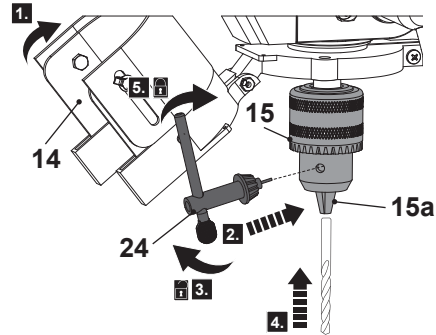

Fig. 9
1. Pliegue el protector del mandril (14) (Fig. M, paso 1).
2. Introduzca la llave de mandril (24) en el orificio del mandril (15) (Fig. 9, paso 2) y gire la llave de mandril (24) en sentido contrario a las agujas del reloj hasta que las mordazas del mandril (15a) se abran lo suficiente como para introducir la broca (Fig. 9, paso 3).
3. Introduzca la broca en el mandril (15) hasta el tope (Fig. 9, paso 4).
4. Introduzca la broca en el mandril (15) hasta el tope (Fig. 9, paso 4). Gire la llave del mandril (24) en el sentido de las agujas del reloj hasta que la broca quede bien sujeta en las mordazas del mandril (15a) (Fig. 9, paso 4). Asegúrese de que la broca está centrada en el mandril.
5. Inclíne el protector del mandril (14)